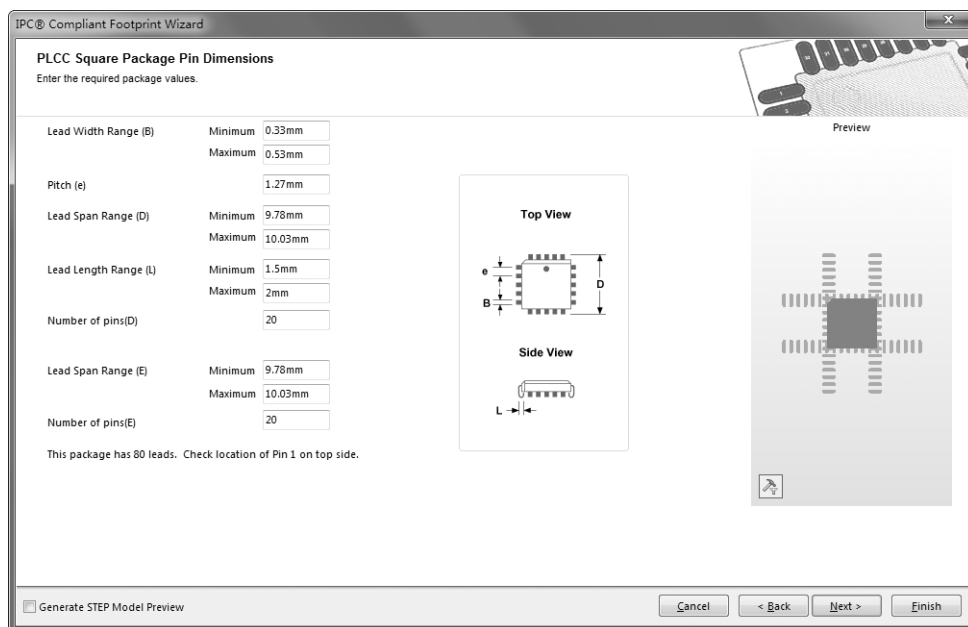

图 11-43 引脚设定对话框
(4) 单击“Next”（下一步）按钮，进入引脚尺寸设定对话框，如图 11-43 所示。在这里使用默认设置。